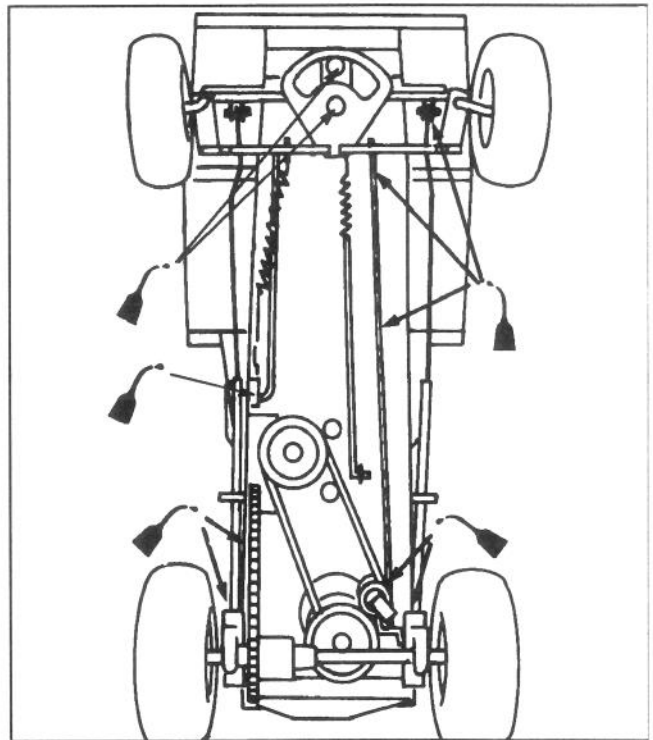
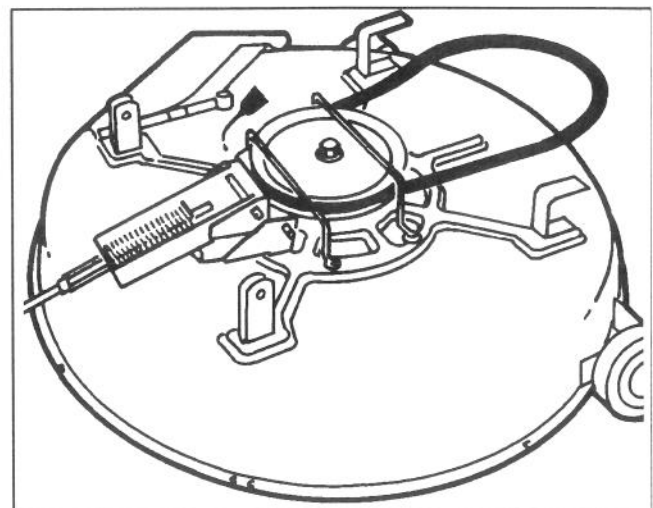

Figure 13
Figure 14
7. Graisser les points de pivotement de la direction, la transmission, les freins, l'embrayage et la tringlerie d'embrayage de l'unité de coupe avec une huile légère (Fig. 13). Graisser également le carter de la tondeuse (Fig. 14). Essuyer tout excès d'huile.